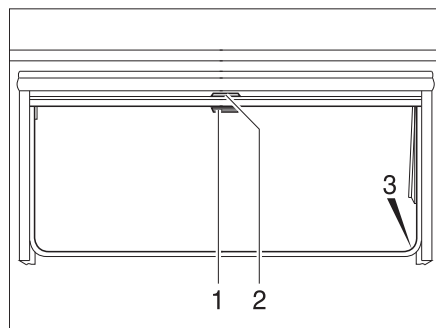

Fig. 44 Finestra apribile
- Tirare verso il basso l'oscurante a rullo accompagnandolo con la maniglia (Fig. 44,2). Quando si chiude completamente l'oscurante a rullo esso va agganciato da entrambi i lati al telaio della finestra nell'apposito elemento di fissaggio (Fig. 44,3).
- Quando l'oscurante a rullo è completamente chiuso: Spingere la maniglia (Fig. 44,2) verso il basso tirandola leggermente verso l'interno. Sganciare l'oscurante a rullo dagli elementi di fissaggio a destra e a sinistra del telaio della finestra.
- Quando l'oscurante a rullo si trova in posizione intermedia: Tirare la maniglia (Fig. 44,2) leggermente verso il basso finché l'elemento di fissaggio non si è sganciato.
- Tirare la maniglia (Fig. 44,1) della zanzariera a rullo verso il basso e agganciarla all'elemento di fissaggio (Fig. 44,3) su entrambi i lati del telaio della finestra.
- Spingere la maniglia (Fig. 44,1) verso il basso tirandola leggermente verso l'interno. Sganciare la zanzariera a rullo dagli elementi di fissaggio a destra e a sinistra del telaio della finestra.